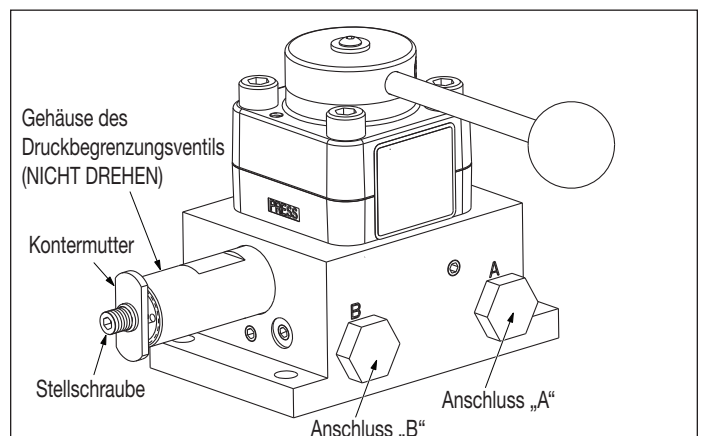

Abbildung 12: Druckbegrenzungsventil - VM43LPS
- Schließen Sie ein Manometer (0-1035 bar [0-15.000 psi]) an den belasteten Anschluss „A“ an. Siehe Abbildung 12.